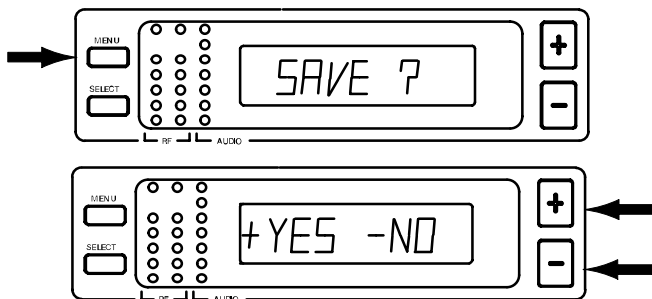

FIGURA 28
- Una vez que se haya obtenido el nivel deseado de silenciamiento, oprima el botón de MENU. El mensaje “SAVE?” aparecerá, seguido del mensaje “+ YES – NO”, como se muestra en la Figura 28. Oprima el botón “+” para guardar el nuevo valor de Grupo/Canal; oprima el botón “-” para recuperar el valor de ajuste anterior.